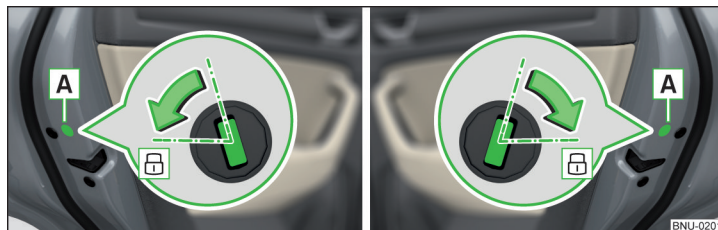

Fig. 344 Puerta izquierda / Puerta derecha
- › En vehículos con la visera [A], eliminar esta visera » fig. 344.